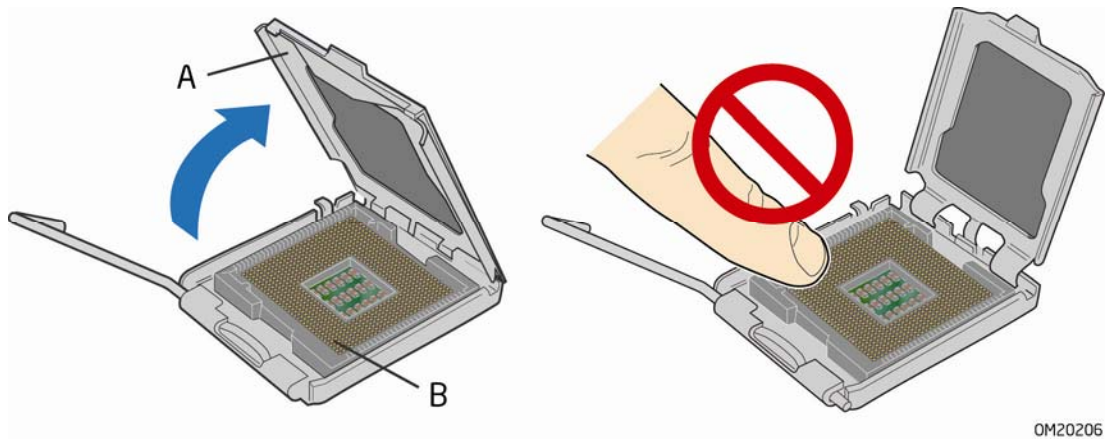

图 8. 抬起压板
3. 抬起压板（图 8 中的 A）。切勿触碰插槽触点（图 8 中的 B）。